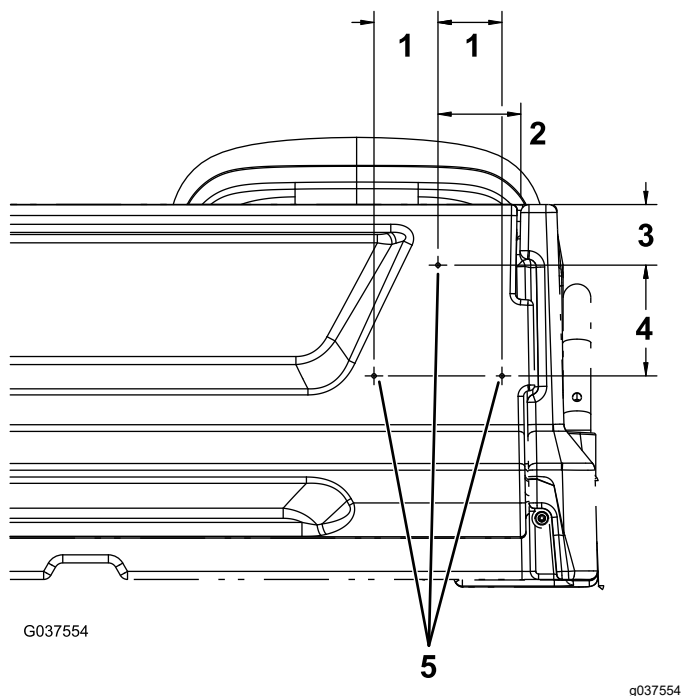

图 13
- 在尾门的右侧从尾门的右边缘测量出 95mm 从尾门顶部向下测量出 70mm 并标记此位置图 13。
- 从步骤 1 中标记的孔向下测量出 128mm 然后从此位置向右和向左测量出 74mm 并标记这 2 个位置图 13。
- 分别在 3 个标记的位置钻一个 5mm 的孔图 13。